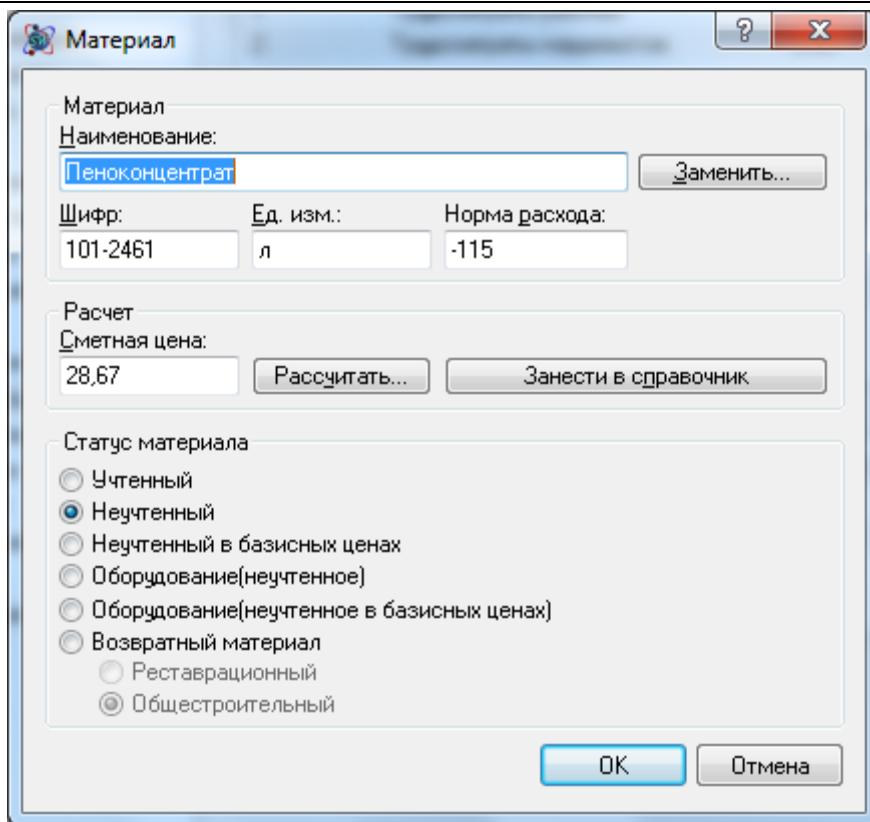

Рис. 3.13 Диалоговое окно Свойства ресурса
2. В открывшемся диалоговом окне *Свойства ресурса* (рис. 3.13) указать нужные параметры ресурса.
1. В диалоговом окне *Свойства ресурса* (рис. 3.13) нажать на кнопку Заменить;